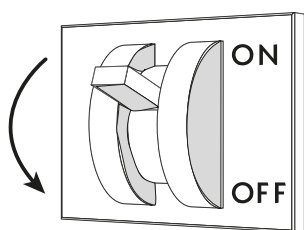

Fig. 38
- Togliere la tensione elettrica al banco tramite l'interruttore sezionatore generale a parete ("Fig. 38").